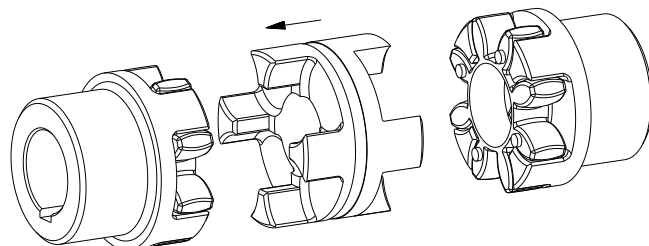

図 15: DKM スペーサーの取付け
- 駆動側ハブまたは従動側ハブのスパイダーに DKM スペーサーを差し込んで下さい (図 15 を参照)。